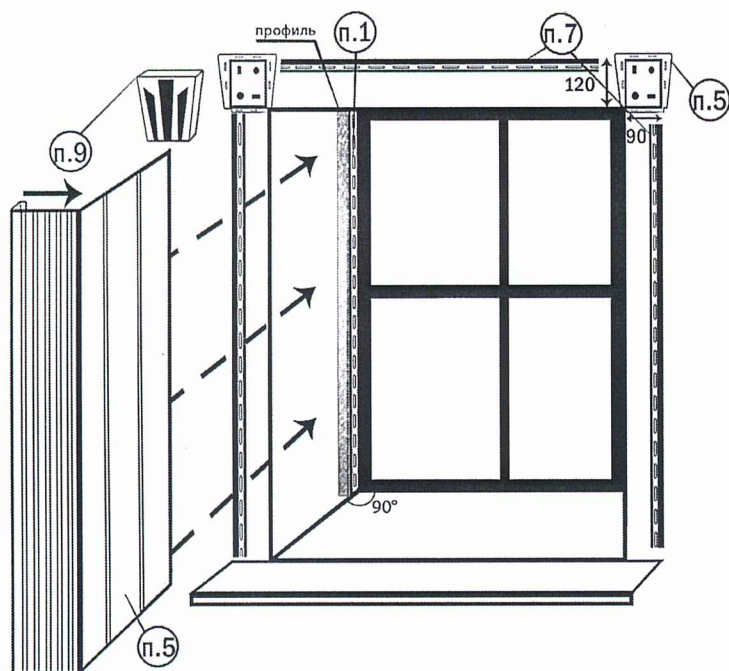

рис. 2
8. Устанавливаем Десо обналичник. Сначала вставляем замок DECO обналичника в стартовую планку затем вставляем второй край в финишную планку рис.2 п.8
9. В завершении монтажа устанавливаем декоративные заглушки, легким нажатием до упора рис.2 п.9